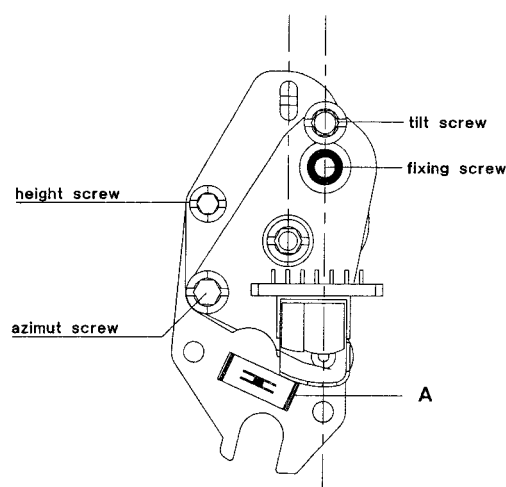

Fig. 10
- Remove the fixing spring A (fig. 10).
- Die Befestigungsfeder A (Abb. 10) entfernen.
- Enlever le ressort de fixation A (fig. 10).